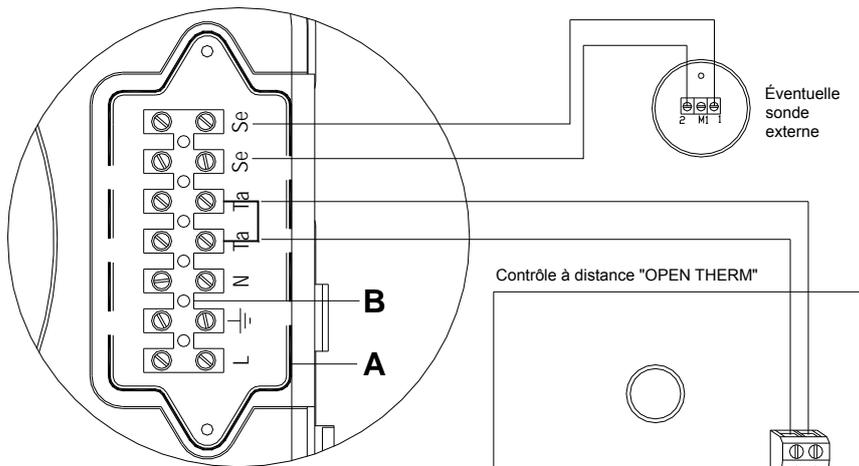

fig.17
**Brancher les câbles au bornier se trouvant à l'intérieur du tableau de commande de la façon suivante (voir fig.17):**